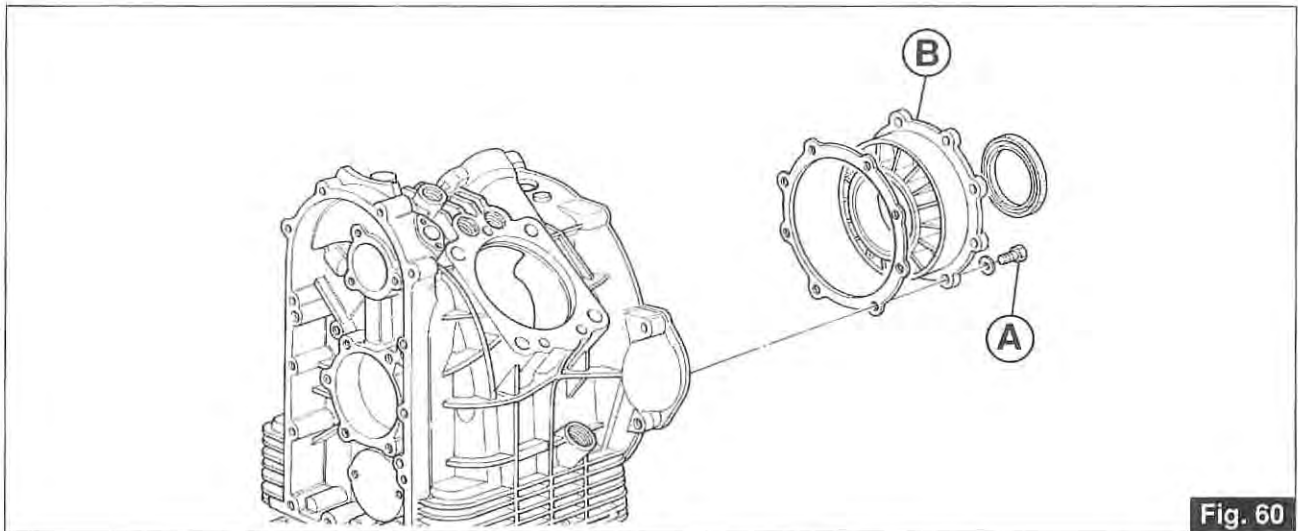

Fig. 60
- Per evitare perdite olio dalle 2 viti inferiori «A» di fissaggio della flangia posteriore «B» di supporto albero motore, applicare sulle viti suddette nastro di teflon (Fig. 60).
- To avoid oil leaks from the 2 lower screws «A», securing the rear crankshaft support flange «B», bind these screws with Teflon tape (Fig. 60).